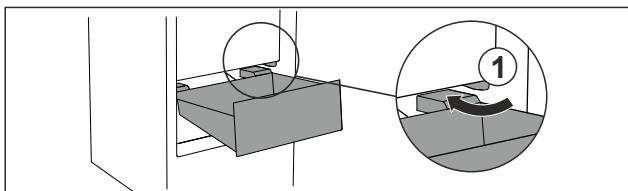

Fig. 73
- ▶ Обойдите стопор Fig. 73 (1) выдвижного ящика под наклоном.